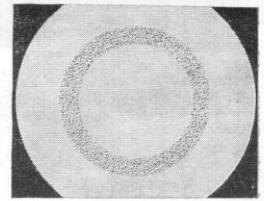

Рис. 3. Фазовое кольцо объектива
Объективы 7 для наблюдения методом фазового контраста отличаются от обычных ахроматических объективов только тем, что в плоскости выходного зрачка объектива нанесено фазовое кольцо, которое изменяет фазу нулевого максимума на  $90^\circ$  и уменьшает его интенсивность. Фазовое кольцо наносится методом травления на внутреннюю поверхность одной из склеенных линз. Если посмотреть на фазовый объектив со стороны резьбы, то на поверхности линзы можно увидеть темное кольцо, подобное изображенному на рис. 3.
7.6. Вставьте вместо окуляра вспомогательный микроскоп и, перемещая его окуляр, сфокусируйте на фазовое кольцо объектива (см. рис. 3).